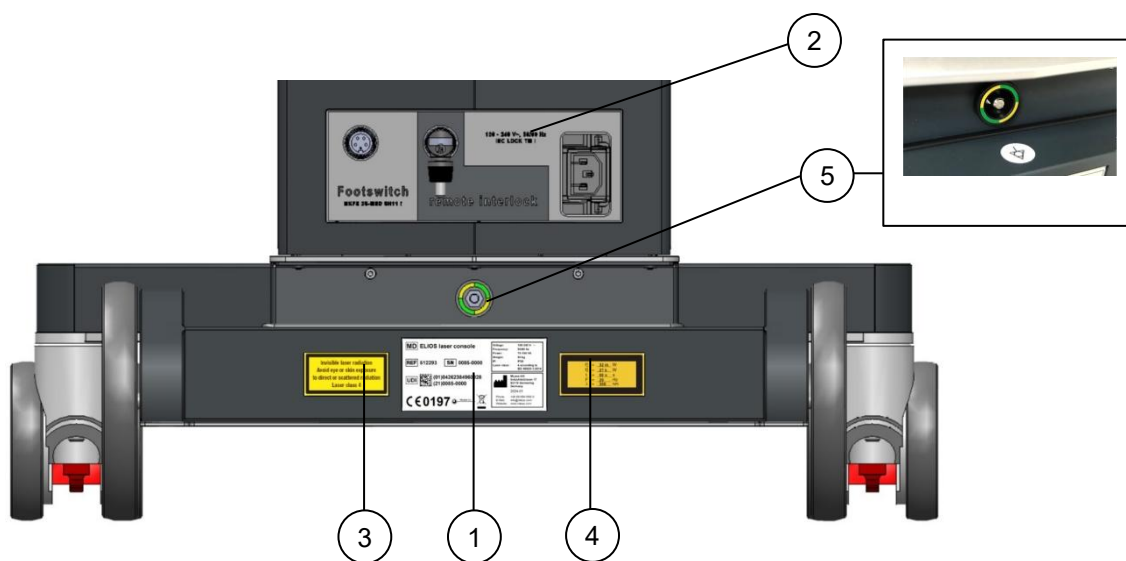

Рисунок 2.1. Вигляд ззаду
1.	Ідентифікаційна табличка розташована на задній панелі лазера (див. Рисунок 2.1). Значення використаних символів: MD Медичний пристрій REF Номер за каталогом SN Серійний номер UDI Унікальний ідентифікатор пристрою  Змінний струм IP Клас захисту IP  Виробник та дата виробництва (PPPP-MM) CE 0197 Маркування відповідності CE з номером уповноваженого органу  див. 6  доступні електронні інструкції із застосування
2.	Маркування з'єднань. Вхідна електрична напруга («100 – 240 V~, 50/60 Hz IEC LOCK TM !»)  ножний перемикач («Footswitch»)  зовнішнє блокування («дистанційне блокування») Етикетка розташована на задній панелі лазера (див. Рисунок 2.1).
3.	Лазерна консоль ELIOS генерує лазерне випромінювання 4 класу. Ні око, ні шкіра не повинні піддаватися впливу цього невидимого випромінювання. Етикетка розташована на задній панелі лазера (див. Рисунок 2.1).
4.	Інформація про вихідне лазерне випромінювання вказана на зображеній етикетці. Етикетка розташована на задній панелі лазера (див. Рисунок 2.1).
5.	Роз'єм для вирівнювання електричних потенціалів. Етикетка розташована на задній панелі лазера (див. Рисунок 2.1).